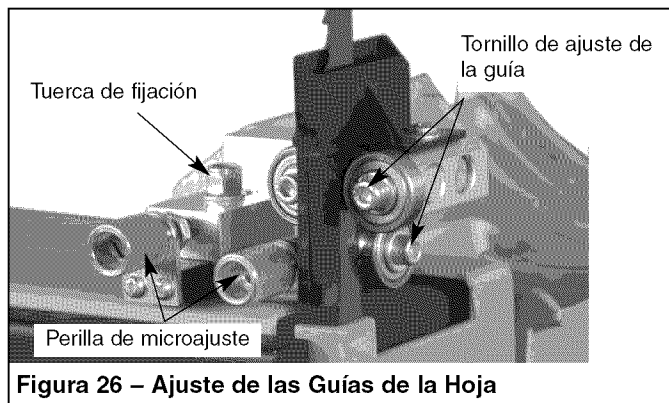

Figura 26 – Ajuste de las Guías de la Hoja
- Para ajustar las guías inferiores de la hoja, primero sitúe las guías derecha e izquierda de rodillo con respecto a la hoja, aflojando la tuerca de fijación (véase la Figura 26) y moviendo el portaguías hasta que ambas guías de rodillo estén a aproximadamente $1/16''$ detrás de los espacios entre los dientes de la hoja de la sierra.
- Afloje el tornillo de ajuste de la guía (véase la Figura 26) y gire las perillas de microajuste en cada lado de la hoja de la sierra para ajustar las dos guías de rodillo a no más de $1/32''$ de la hoja de la sierra. No coloque las guías de rodillo demasiado cerca, porque eso afectará adversamente la vida útil de la hoja de la sierra.
- Desbloquee el tornillo de ajuste de la guía (véase la Figura 26) y gire el tornillo de microajuste para ajustar la guía del rodillo trasero para que quede apenas separada de la parte posterior de la hoja de la sierra.
- Cuando logre el ajuste correcto, fije las guías de rodillo en posición con los tornillos de ajuste de las guías (véase la Figura 26).